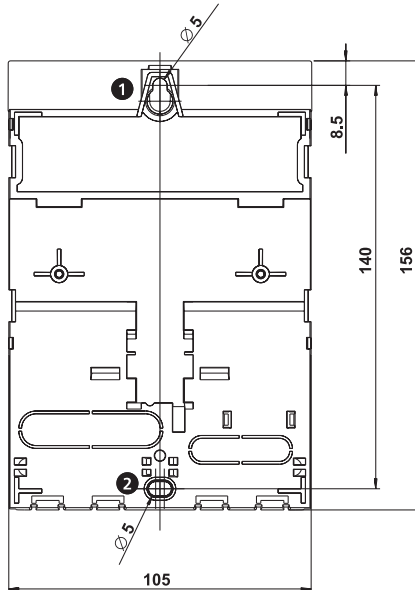

Fig. 2: face arrière du régulateur avec ouvertures supérieure ❶ et inférieure ❷
2. Serrez la vis de l'ouverture supérieure du montage ❶ (Fig. 2) de sorte que la tête de la vis ait un écart de 5 à 7 mm par rapport à la surface de montage.
4. Marquez l'emplacement de l'ouverture inférieure du montage ❷ à l'aide du boîtier du régulateur.
6. Accrochez le régulateur à l'ouverture supérieure du montage ❶ et fixez-le en le vissant au niveau de l'ouverture inférieure du montage ❷.